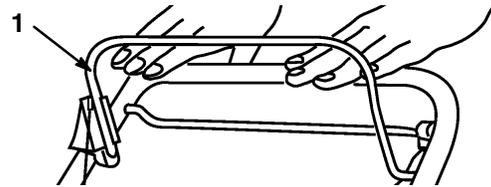

Abbildung 7
1. Den Schnittmesserbetätigungsbügel loslassen (Abb. 7). Sowohl Motor wie auch Schnittmesser stoppen. Falls nicht, sofort den Händler verständigen.